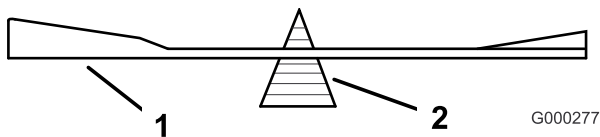
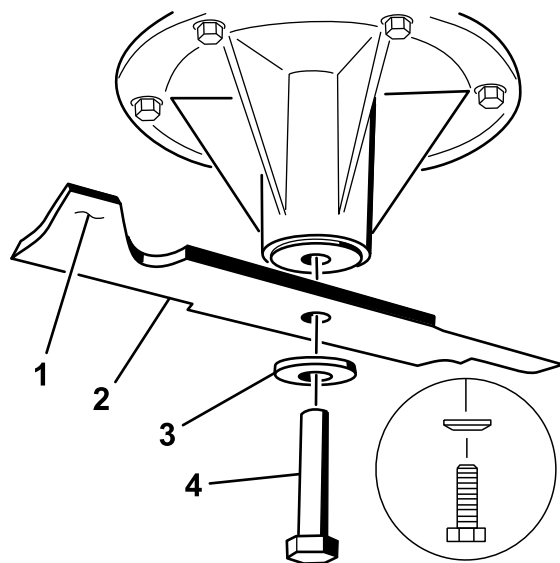

Figure 97
Figure 98
2. Vérifiez l'équilibre de la lame en la plaçant sur un équilibreur (Figure 97). Si la lame reste horizontale, elle est équilibrée et peut être utilisée. Si la lame est déséquilibrée, limez un peu l'extrémité de la partie relevée seulement (Figure 98). Répétez cette procédure jusqu'à ce que la lame soit équilibrée.
1. Placez la lame sur l'axe (Figure 98).
2. Installez la rondelle élastique et le boulon de la lame. Le côté bombé de la rondelle élastique doit être dirigé vers la tête du boulon (Figure 98). Serrez le boulon à un couple de 115 à 150 Nm (85 à 110 pi-lb).